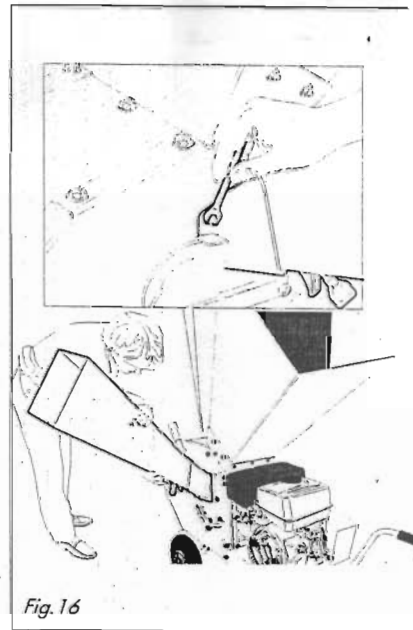

Fig. 16
- Oter la trémie latérale après avoir dévissé les 3 écrous comme indiqué fig. 16.